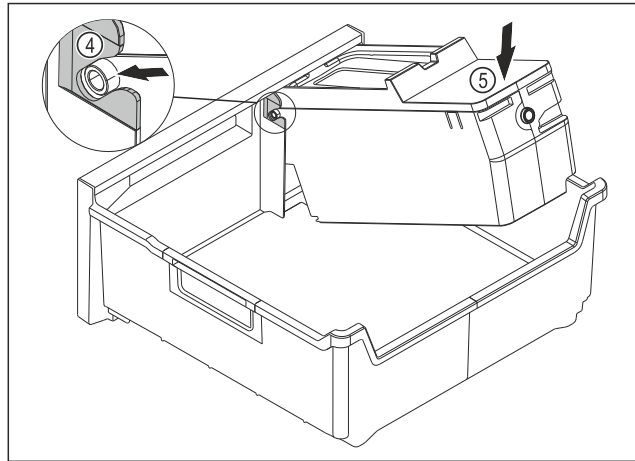

Fig. 121
- ▶ Monter hoveddelen til EasyTwist-Ice: Sett akselen til hoveddelen til EasyTwist-Ice inn i skinnene Fig. 121 (4).
- ▶ Trykk hoveddelen til EasyTwist-Ice Fig. 121 (5) bakover.